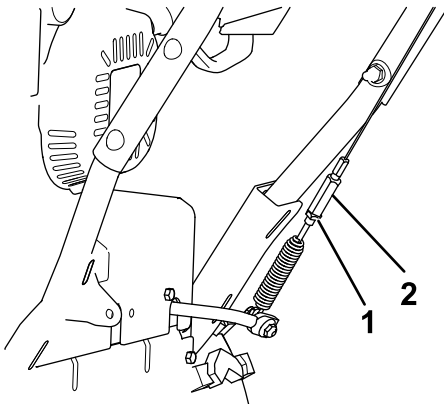

Рисунок 32
- Ослабьте контргайку (Рисунок 32).
- Ослабьте натяжение или подтяните винтовую стяжку для регулировки натяжения троса (Рисунок 32).